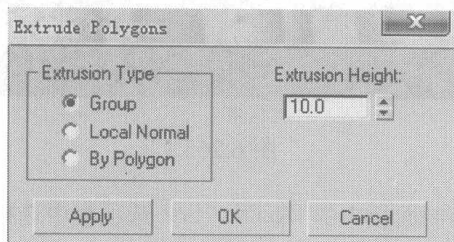
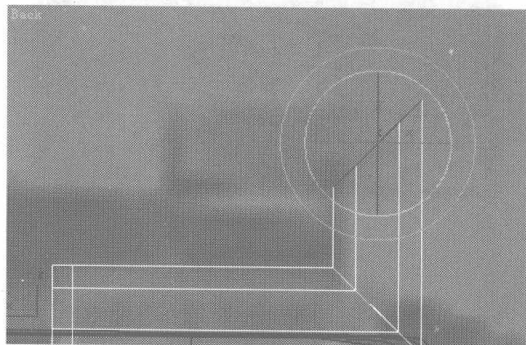

图 6.259
图 6.260
- 18** 不要取消对面的选择，在 Edit Polygons 卷展栏中单击 **Extrude** 右侧的小按钮，在弹出的对话框中设置挤压参数，如图 6.259 所示，再在 Back 视图中将挤压的面进行调整、旋转，如图 6.260 所示。